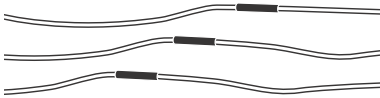

Fig. 9 Empates terminados
6. Continúe aplicando calor al tubo, con cuidado de que la llama no entre en contacto directo con el mismo. Cuando el tubo se haya contraído y el sellante fluya por los extremos del mismo, el empate podrá darse por finalizado. Consulte la fig. 9.